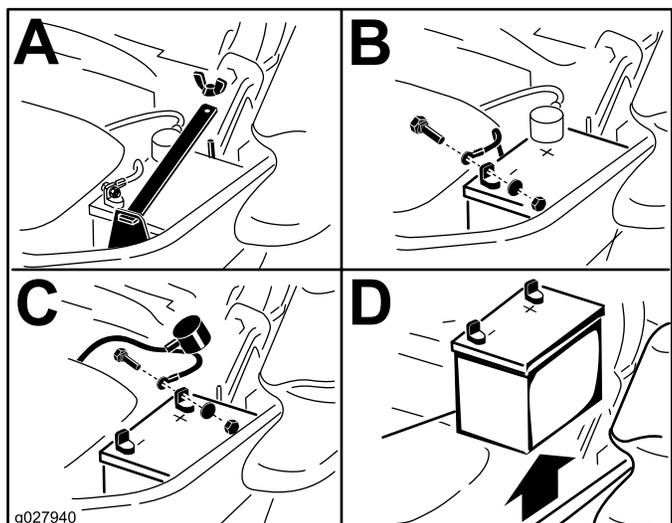

Figure 57
3. Débranchez le câble négatif (noir) de la batterie de la borne négative (-) de la batterie (Figure 57).
4. Enlevez le capuchon rouge de la borne positive (rouge) de la batterie et débranchez le câble positif (+) (Figure 57).
5. Retirez l'écrou à oreilles qui fixe la barrette de maintien de la batterie (Figure 57).
6. Déposez la barrette de maintien (Figure 57).
1. Placez la batterie dans son support en tournant les bornes à l'opposé du réservoir hydraulique (Figure 57).
4. Fixez les câbles avec 2 boulons, 2 rondelles et 2 contre-écrous (Figure 57).
6. Reposez la barrette de maintien et fixez-la avec l'écrou à oreilles (Figure 57).